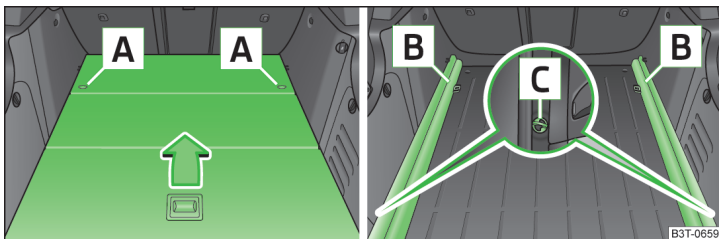

Abb. 112 Gepäckraum: Variablen Ladeboden ausbauen / Tragschienen ausbauen
- Den variablen Ladeboden durch Drehen der Sicherungsösen **A** » Abb. 112 nach links um ca. 90° entriegeln.